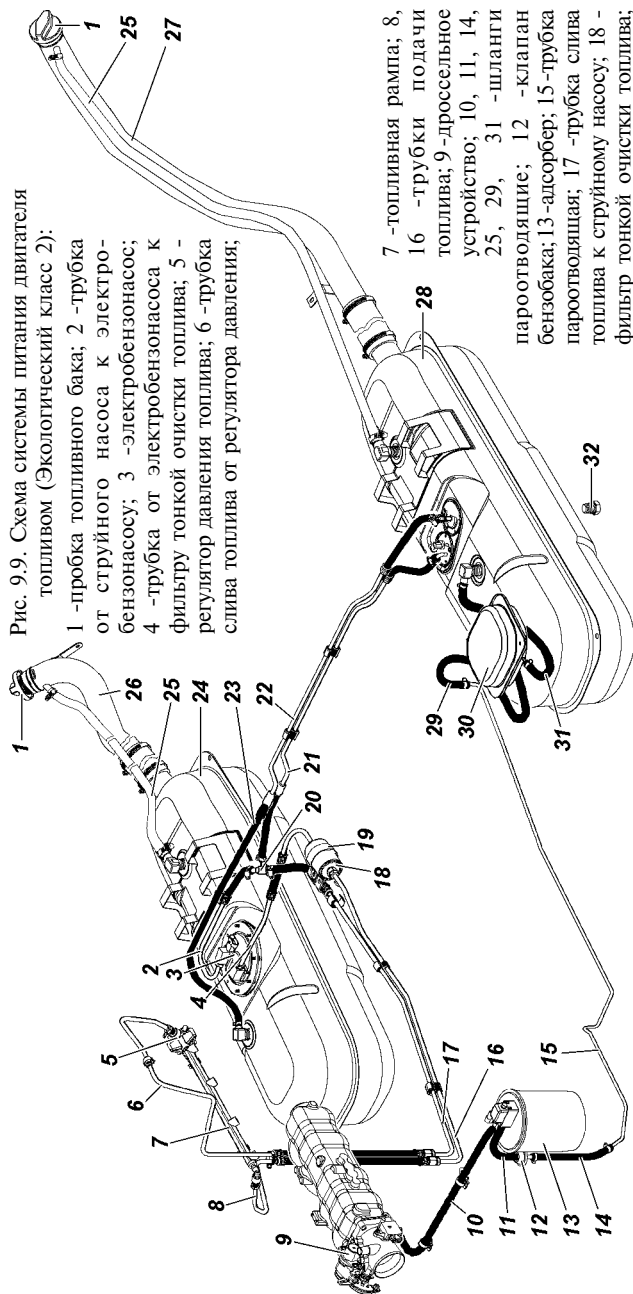

Рис. 9.9. Схема системы питания двигателя топливом (Экологический класс 2):
Топливные баки 24, 28 (рис. 9.9) и 18, 22 (рис. 9.10). Обслуживание топливных баков заключается в периодической промывке фильтра электробензонасоса (правый бак), промывке фильтра приемной трубки указателя уровня топлива (левый бак) и промывке самих баков.
Периодически сливайте отстой, отвернув пробку 32 (рис. 9.9) или 26 (рис. 9.10) снизу бака.
- слейте топливо, отвернув пробку 32 (рис. 9.9) или 26 (рис. 9.10);
- откройте люк в полу кузова над электробензонасосом 3 или отверните болты крепления сепаратора 30 (рис. 9.9) или 24 (рис. 9.10) и выньте его, отсоедините от него шланги;
Электробензонасос 3 (рис. 9.9) погружного типа с датчиком указателя уровня топлива.